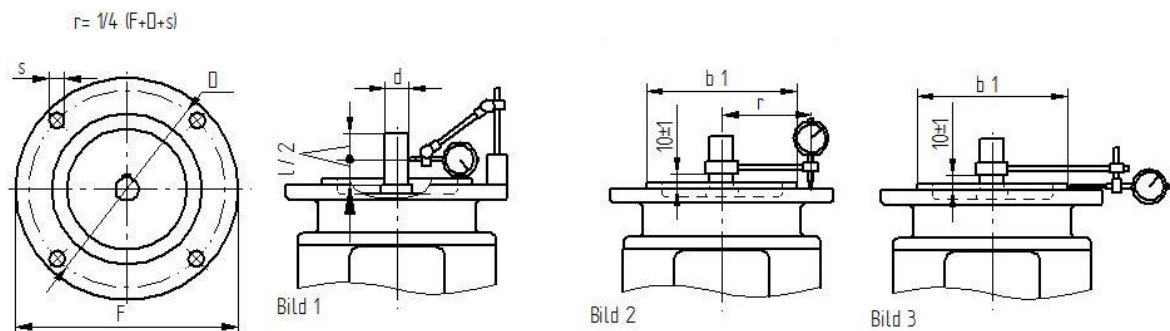

Abbildung 12: Vermeidung von Kupplungsschäden
Zur Vermeidung von Lager- / Kupplungsschäden sollten vor der Montage die Motorwelle auf Rundlauf (siehe Abbildung 12 / Bild 1) und der Motorflansch auf Koaxialität und Planlauf geprüft werden.
- Motorwelle senkrecht nach oben zeigend aufstellen, um den Fehler aus dem Axialspiel der Lagerung und der Schwerkraft auszuschließen (siehe Abbildung 12 / Bild 2 - 3).